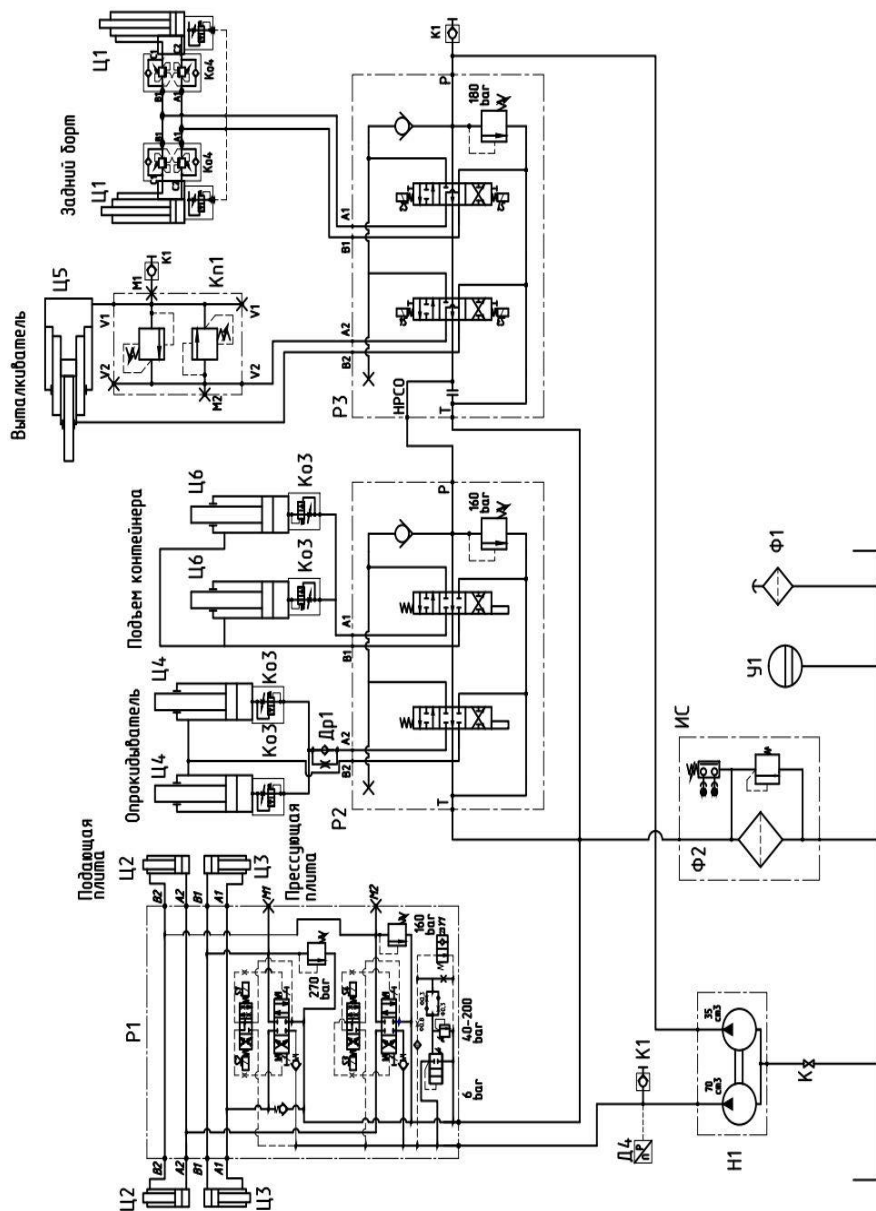

Рисунок 4.6.1 – Схема гидравлическая
4.6 Гидросистема (Рисунок 4.6.1)